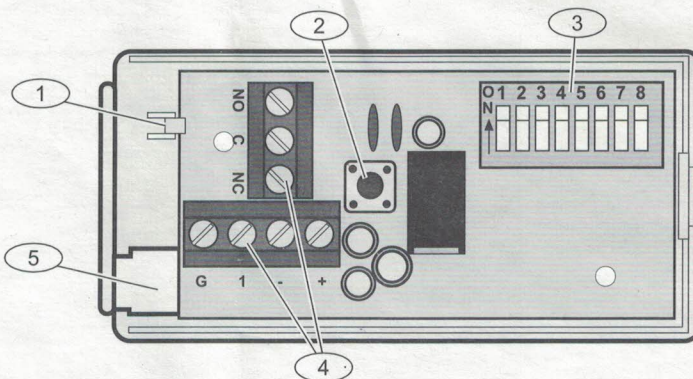

图 3.1 拆卸电路板
3. 要从底座拆卸 DS7465i 电路板，请按下电路板定位片，然后将电路板向上拉离底座。参见图 3.1, 页面 4。